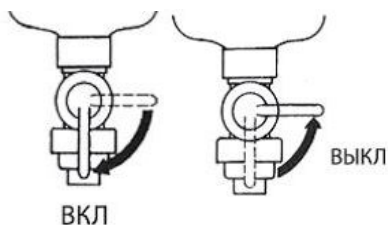

Рис. 3.1
1. Поверните рычаг топливного клапана в положение «ВКЛ» (рис. 3.1).
3. Поверните рычаг топливного клапана в положение «ВЫКЛ» (рис. 3.1).
1. Переведите рычаг топливного клапана в положение «ВЫКЛ» (**рис. 3.1**).
- 2.1. Переведите рычаг топливного крана в положение «ВЫКЛ» (**рис. 3.1**).